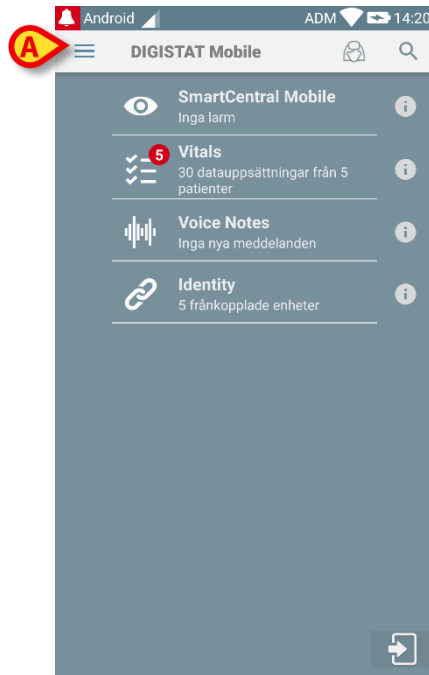
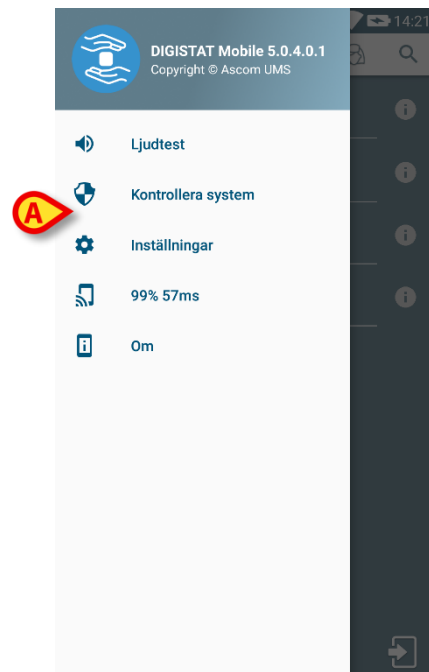

Fig. 25
Fig. 26
- Aktivera huvudskärmen för Digistat® Mobile-applikationen (Fig. 25).
- Tryck på ikonen  i det övre vänstra hörnet på skärmbilden (Fig. 25 **A**). Följande meny visas (Fig. 26).
- Tryck på alternativet **Ljudtest** (Fig. 26 **A**).